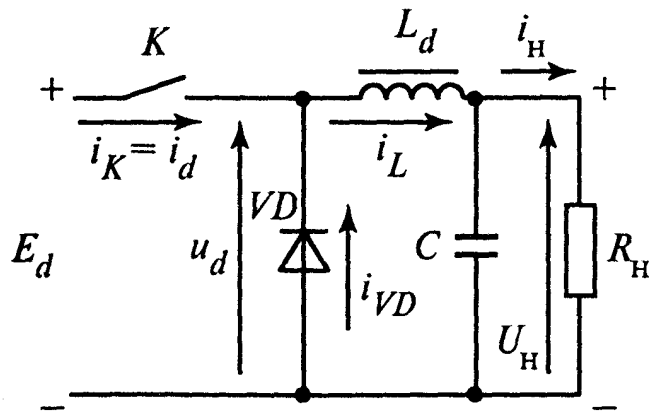

Рис. 6
10. Напряжение источника питания ИРПН первого типа (рис.6) $E_d = 12$ В и изменяется от E_d до $0,8E_d$, ток нагрузки $I_H = 1$ А, напряжение на нагрузке $U_H = 5$ В, частота переключения ключа $K f = 1000$ Гц. Определить: 1) изменение коэффициента заполнения $\gamma_{\min} - \gamma_{\max}$ для получения стабильного напряжения на нагрузке; 2) время импульса $t_{и}$ и время паузы $t_{п}$ при $E_d = 12$ В; 3) необходимое значение индуктивности L , обеспечивающее колебания тока нагрузки $I_{\max} - I_{\min} = 0,01I_H$ при $E_d = 12$ В.